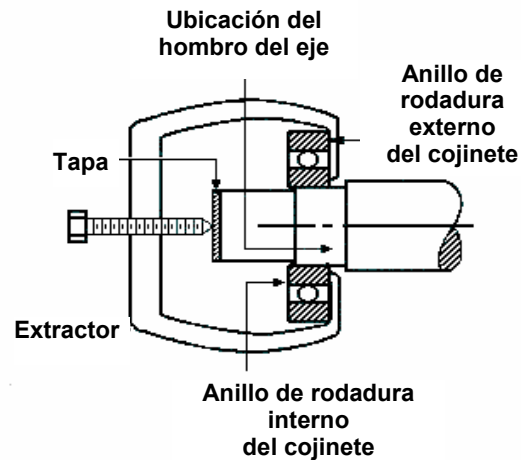

Figura 4. Extracción del cojinete con un extractor
4. Retire el cojinete con un extractor. Vea la Figura 4.